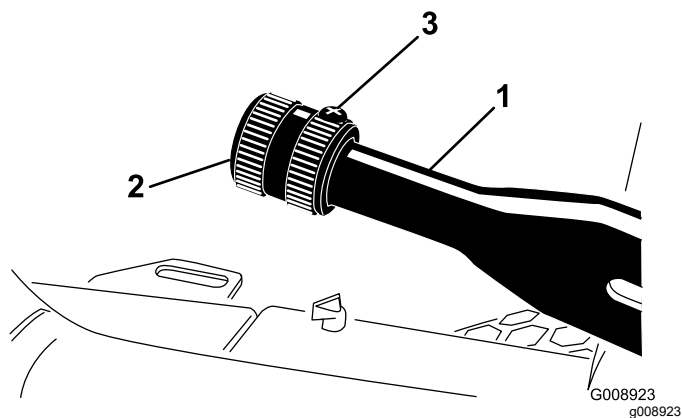

Рисунок 60
1. Ослабьте установочный винт, который крепит ручку к рычагу стояночного тормоза (Рисунок 60).